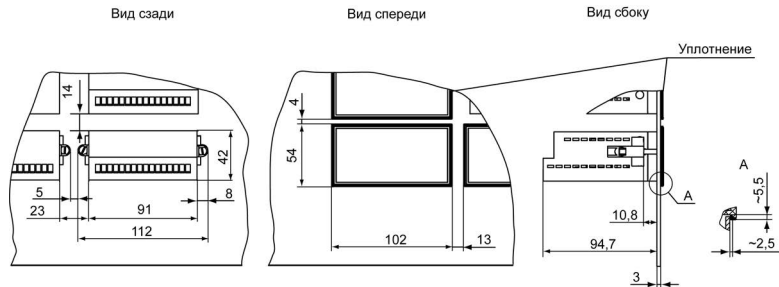

Рисунок 4.10 – Прибор в корпусе Щ2, установленный в щит толщиной 3 мм
1. Подготовить на щите управления место для установки прибора (см. рисунок 4.10).